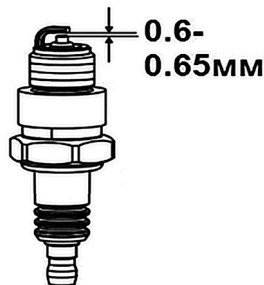

Рис. 16 Свеча зажигания
4. Измерьте зазор между электродами свечи зажигания специальным щупом. Зазор должен быть 0,6-0,65мм (Рис. 16). При увеличении или уменьшении требуемого зазора рекомендуется заменить свечу, так как регулировка зазора может привести к изменению качества искрообразования.